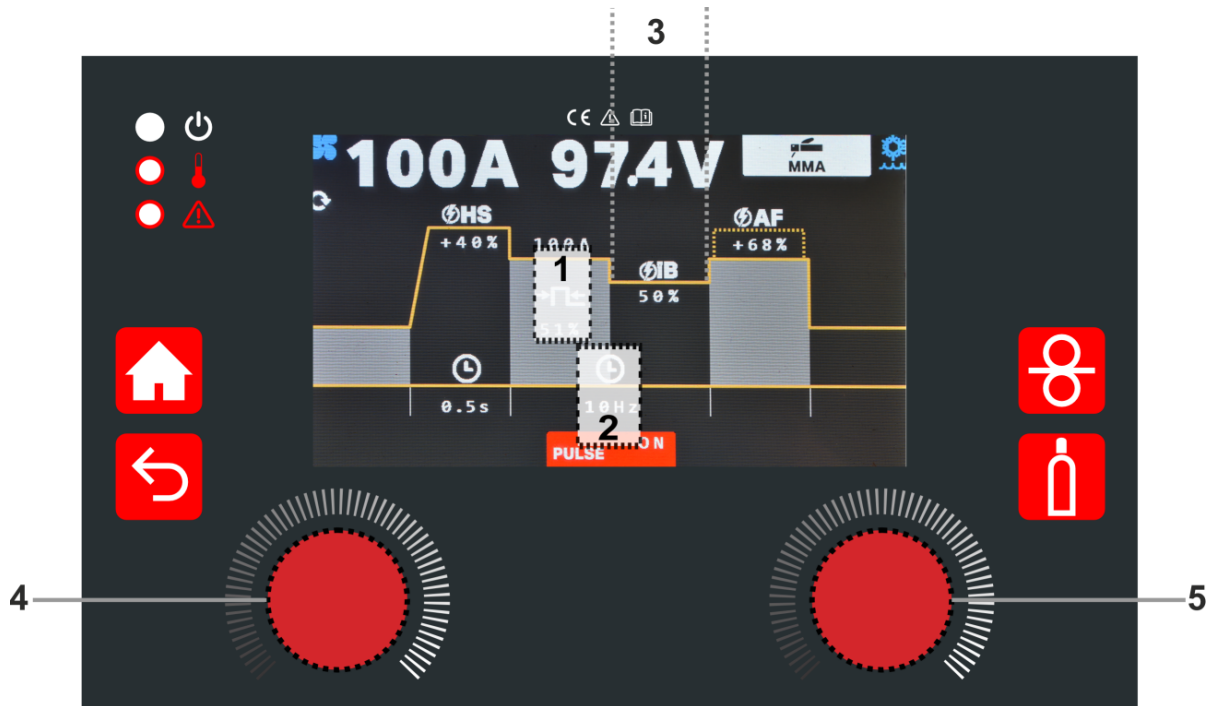

Fig. 16
- Régler PULSE sur ON à l'aide de l'encoder latéral droit (5 - Fig. 16). En mode MMA pulsé, le courant de soudage oscille entre une valeur de courant élevée et une valeur de courant faible, ce qui permet de réduire l'apport de chaleur sur les tôles plus fines et de mieux contrôler l'arc dans les positions les plus exigeantes (vertical vers le haut).